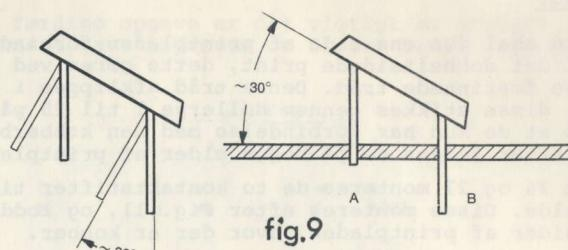

fig.9
- De tre display bukkes forsigtigt efter Fig. 9, således at de hælder 30 grader fremad mod tastaturet. Alle tre display sættes derefter i printpladen efter Fig. 8 og 9, hvorefter de loddes forsigtigt. Her loddes også på begge sider af printpladen hvor der er kobber.